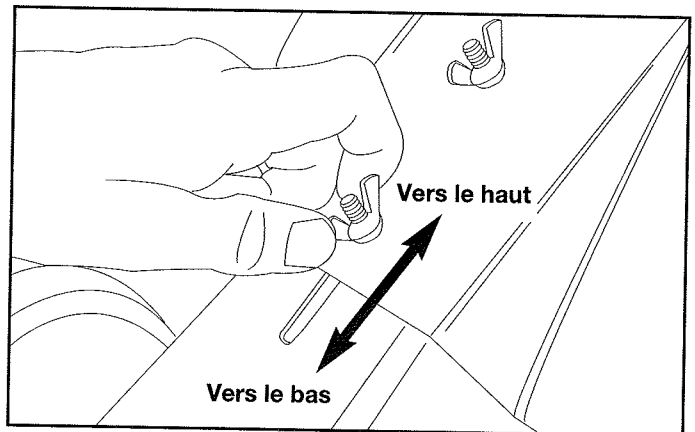

Fig. 19
2. Desserrez (sans les retirer) les deux écrous papillon du protecteur des dents (Fig. 19).